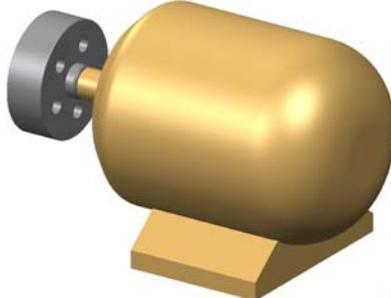

图 9.6.5 完成连接的创建
(4) 单击操控板中的 按钮，完成连接的创建，如图 9.6.5 所示。